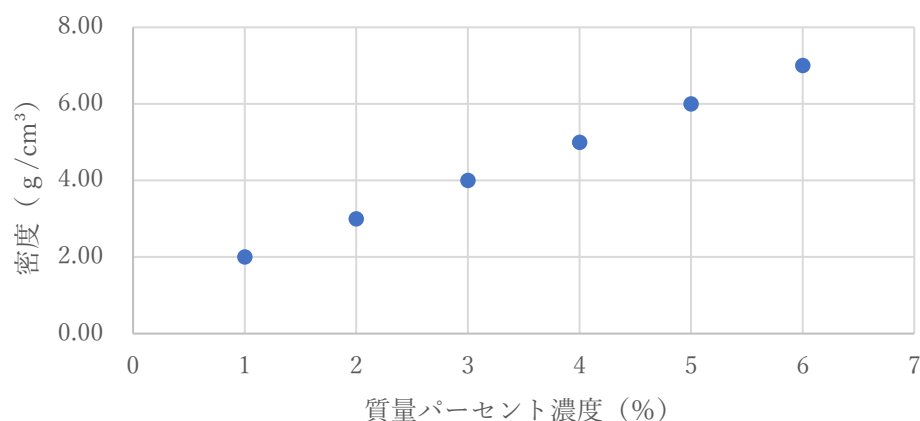

図 1 食塩水の質量パーセント濃度と密度の関係
- ・図1で作成した検量線の式を求めた結果、 $y = x + 1$ であった。